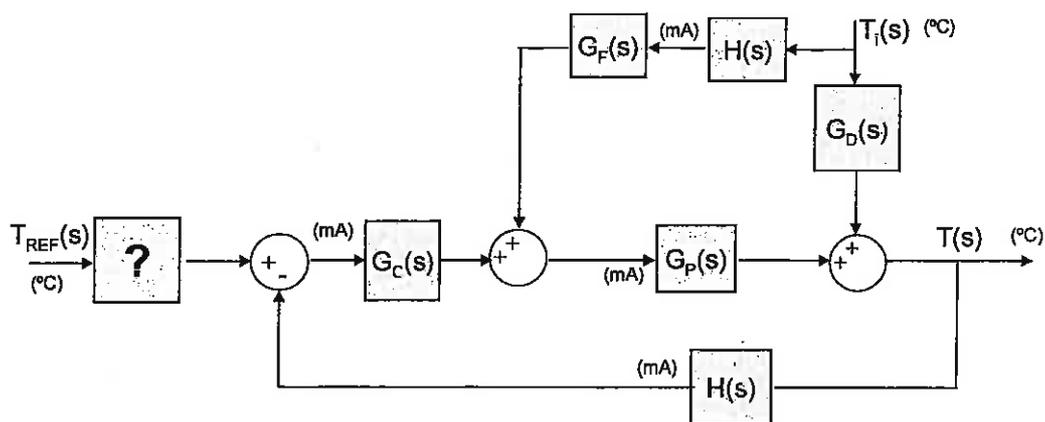

Figura 6: Diagrama de bloques del nuevo sistema de control
4. Para eliminar el efecto de la perturbación, se añade un lazo adicional al sistema de control realimentado, como se ve en la Figura 6. Calcular cual debe ser la ganancia K_F de la nueva función de transferencia $G_F(s)$, para que saltos escalón en la perturbación T_i no afecten a la salida T en estado estacionario.